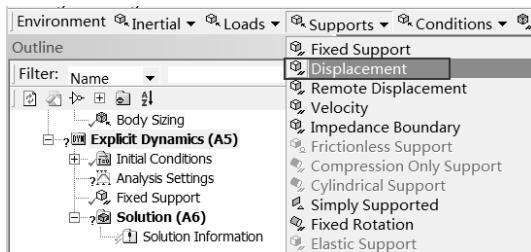

图 11-57 添加固定约束
Step5：选择 Environment 工具栏中的 Supports（约束） Displacement（位移约束）命令，此时在分析树中会出现 Displacement 选项，如图 11-57 所示。